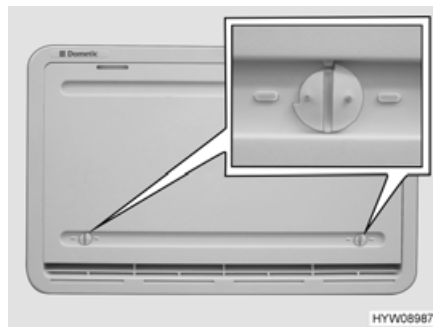

Bild 157 Winterabdeckung
Wenn der Kühlschrank bei niedrigen Außentemperaturen betrieben werden soll, empfiehlt der Hersteller die Verwendung einer Winterabdeckung (Bild 157) für die Kühlschrank-Lüftungsgitter.
- Beide Verriegelungen (Bild 157) öffnen (Nut steht waagrecht).